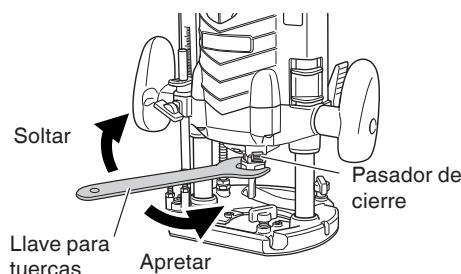

Fig. 3
- (1) Limpie e inserte el mango de la broca en el mandril portabroca hasta al fondo y seguidamente, hágalo retroceder aproximadamente 1/16" (aprox. 2 mm).
- (2) Con la broca insertada y presionando el pasador de bloqueo que sujetá el eje del inducido, utilice la llave de 23 mm para apretar firmemente el mandril portabroca en el sentido de las agujas del reloj (visto desde la parte inferior de la fresa). (Fig. 3)